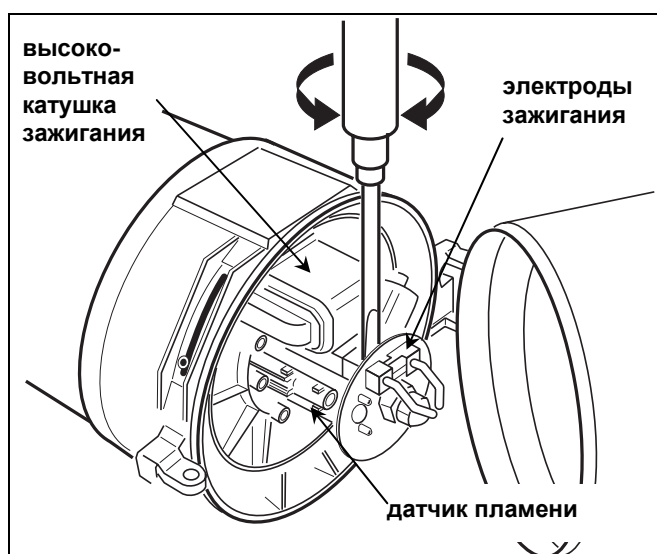

Рис. 904 Демонтаж и установка электродов зажигания (см. также рис. 903).
2. Отверткой сдвинуть электроды зажигания (3, рис. 904) от высоковольтной катушки зажигания (1) и снять их.
2. Установить новые уплотнительные кольца (12) и съемный сетчатый фильтр (11) на топливном насосе (10).
3. Установить топливный насос (10) в положение для монтажа и закрепить болтами (9) и стопорными шайбами.
5. Подсоединить штекер (8).
6. Насадить шайбу (6) и установить термопатрон.
7. Установить электроды зажигания (3, рис. 904).
- 2 Отверткой сдвинуть электроды зажигания (рис. 904) от катушки зажигания (1) и снять их.
1. Установить датчик пламени (15, рис. 904) в положение для монтажа, подсоединить к электросети согласно схеме и закрепить болтами (14) и стопорными шайбами.
2. Затянуть болты (14) с усилием 5 + 1 Нм.
3. Надеть шайбу (6) и выравнять.